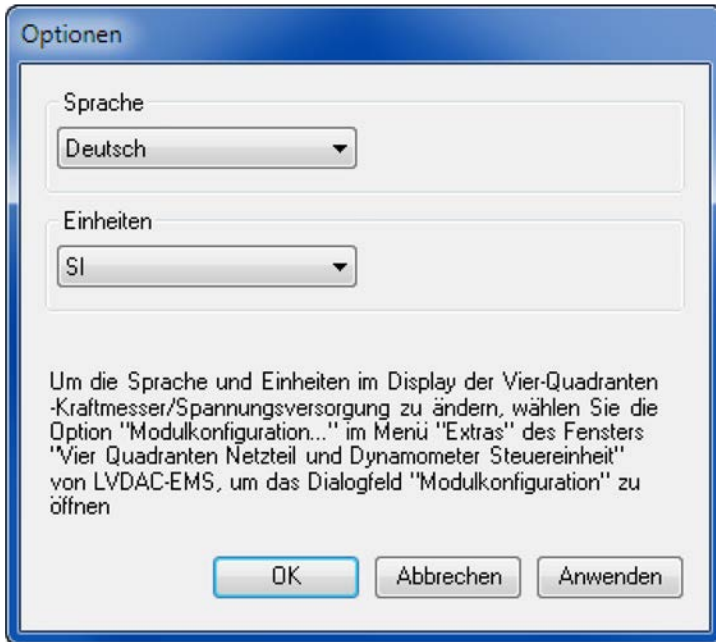

Abbildung 6. Zum Ändern der in LVDAC-EMS verwendeten Sprache und Einheiten wählen Sie *Optionen* im Menü *Extras*, um das Dialogfenster *Optionen* aufzurufen.
11. Zum Ändern der in LVDAC-EMS verwendeten Sprache und Einheiten *Optionen* im Menü *Extras* wählen. Dies öffnet das Dialogfenster *Optionen* (Abbildung 6). Wählen Sie in diesem Fenster die gewünschte Sprache und Einheiten aus. Klicken Sie *OK*, um die Änderungen zu übernehmen und das Dialogfenster *Optionen* zu schließen.